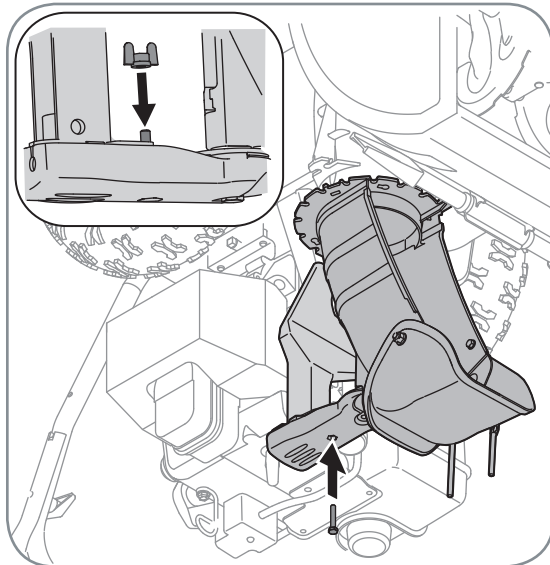

Figure 3-4
4. Continuez l'installation de la goulotte sur son support avec l'écrin à oreilles et la vis hex. retirés plus tôt. Voir la Figure 3-4.